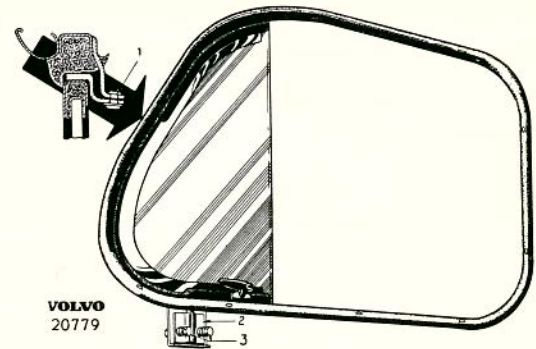

Bild 42. Ventilationsruta
Tag bort niten (1, bild 42) som håller ventilationsrutans övre sida vid listen. Lossa de båda spänskruvarna (3) och tag bort överfallet (2).